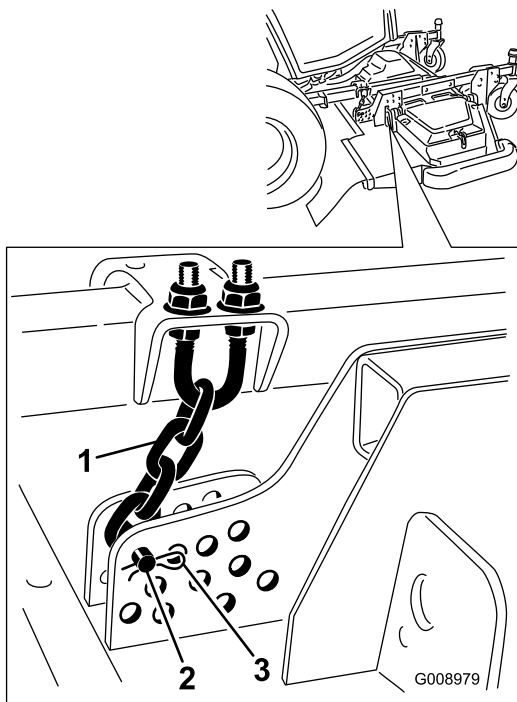

Bild 124
4. Entfernen Sie den Splint und den Lastösenbolzen, mit denen die Schnitthöhenkette an der Rückseite des Mähwerks befestigt ist (Bild 124).